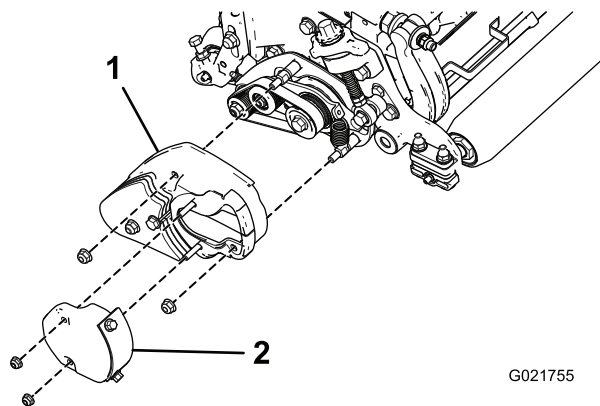

Figure 15
31. Déposez le couvercle d'accès du couvercle du groomer (Figure 15).
32. Posez le couvercle du groomer et fixez-le avec 2 écrous à embase (5/16 pouce) ; voir Figure 15.
33. Posez le couvercle d'accès sur le couvercle du groomer avec les fixations retirées précédemment (Figure 15).